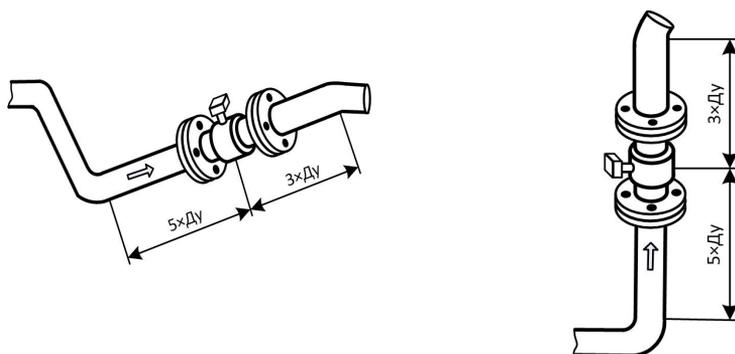

Рисунок 5.3 – Примеры наклонной и вертикальной установки сенсора
**Наклонная и вертикальная установка сенсора:** предпочтительно монтировать сенсор на восходящем участке (поток снизу вверх), в противном случае существует опасность проникновения воздуха в трубопровод, что приведет к дополнительным погрешностям измерений (ориентация индикатора вокруг продольной оси значения не имеет), рисунок 5.3.